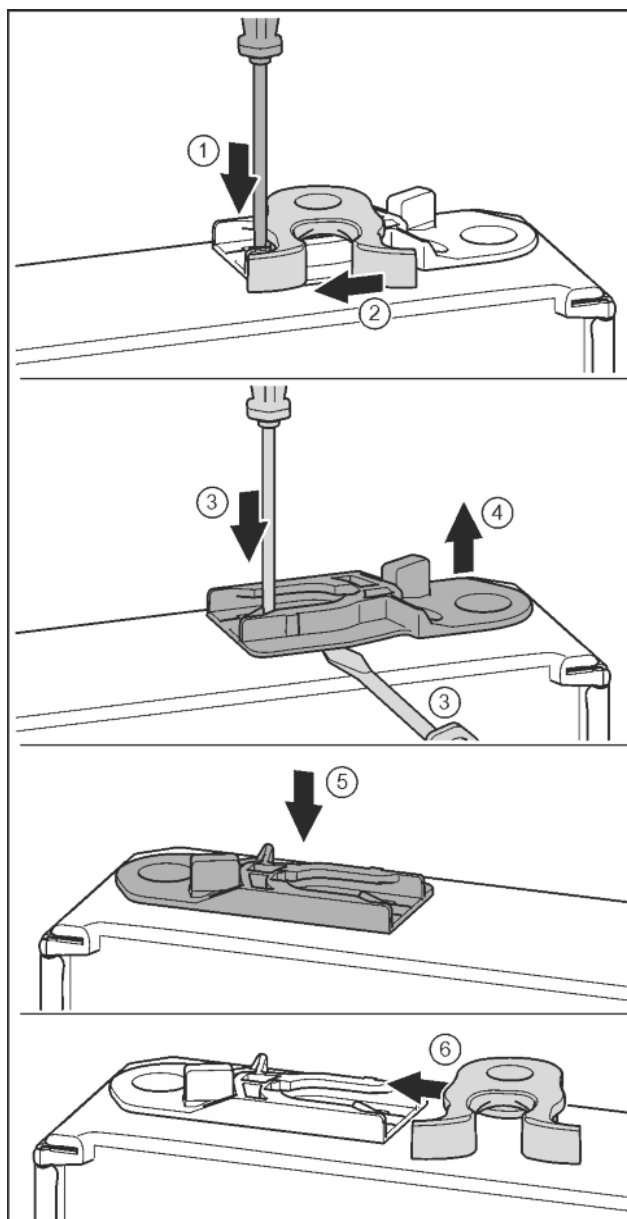

Fig. 19
- Fig. 19 (1)
- Sluithaak uit de geleiding trekken. Fig. 19 (2)
- Geleidingsbus eruit trekken: Lip met de sleufschroevendraaier indrukken en gelijktijdig de sleufschroevendraaier onder de geleidingsbus plaatsen. Fig. 19 (3, 4)
- De bij de levering geleverde geleidingsbus op de andere zijde van de behuizing aanbrengen. Fig. 19 (5)
- Sluithaak in de geleiding schuiven. Fig. 19 (6)